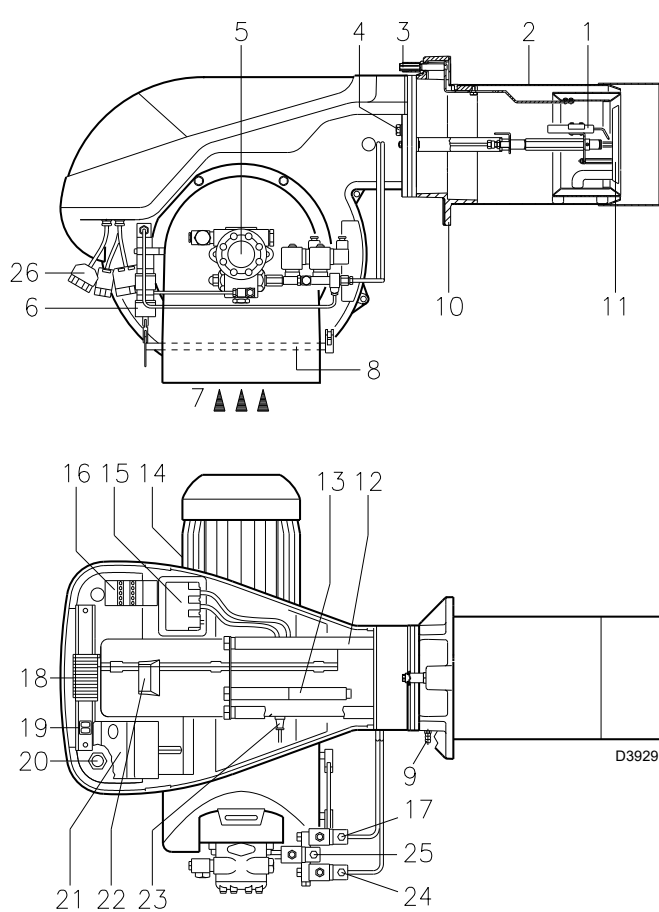

Fig. 1
Bloqueo caja control: la iluminación del pulsador (led rojo) de la caja 22)(Fig. 1) indica que el quemador está bloqueado. Para desbloquear, oprimir el pulsador durante un tiempo comprendido entre 1 y 3 segundos.
Bloqueo motor: para desbloquear, oprimir el pulsador del relé térmico 17)(Fig. 1)
- 4 - Prolongadores 13)(Fig. 1) para guías 12)(Fig. 1)